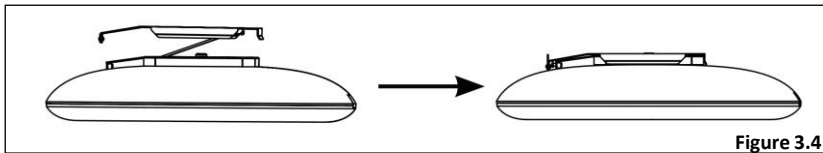

Figure 3.4
- Faites glisser le luminaire vers la charnière de verrouillage. [Fig 3.4]